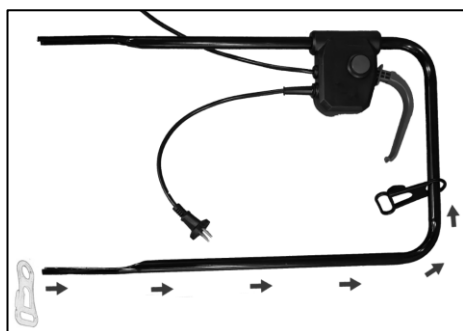

Fig. 6
- Passare il fermacavo sulla barra superiore fino in posizione centrale. (Fig.6)